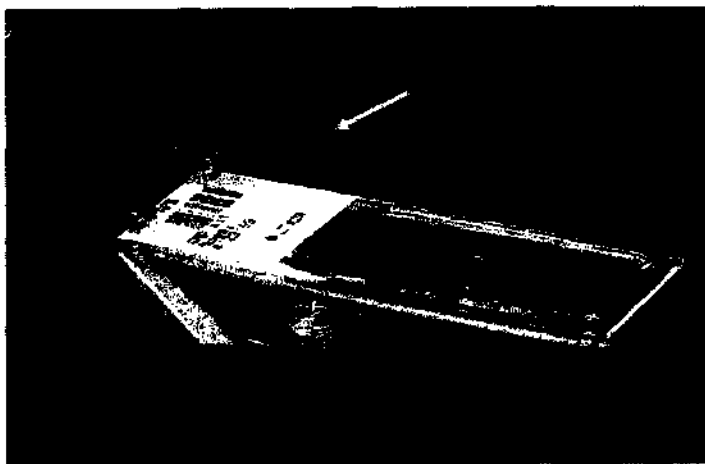

Рис. 4. «Воздушный нож»
- При прохождении предметного стекла под этим приспособлением воздушные струи, подаваемые из нижней части головки устройства осушения (см. на рис. 4) удаляют жидкость с этикетки с нанесенным штриховых кодом.